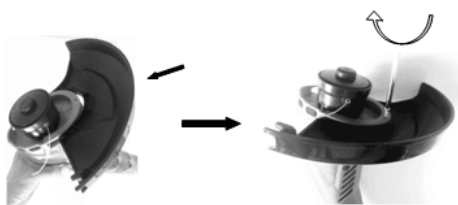

FIG 2
- **Zamontuj osłonę ochronną (patrz rysunek 2)**